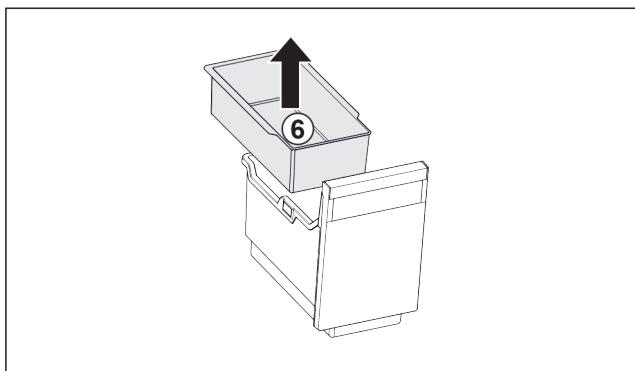

Fig. 101
- Извадете окачващата се поставка Fig. 101 (6).